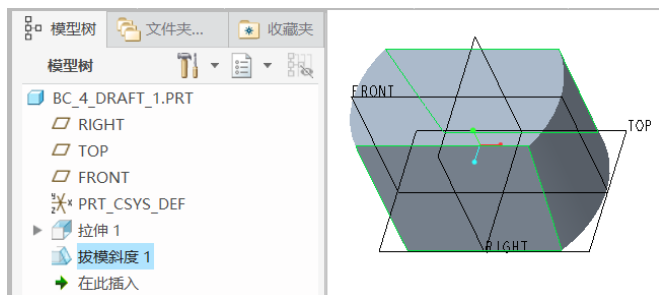

图 4-70 完成基本拔模特征
⑦ 在“拔模”选项卡中单击“完成”按钮,完成该基本拔模特征后的模型效果如图 4-70 所示。